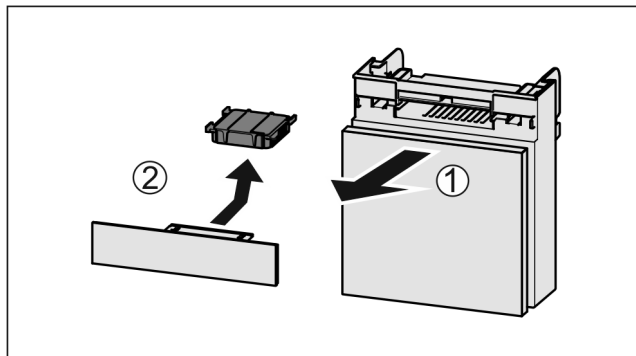

Fig. 36
- ▶ Потягніть Fig. 36 (1) відділення вперед.
- ▶ Витягнути Fig. 36 (2) фільтр з активованого вугілля.